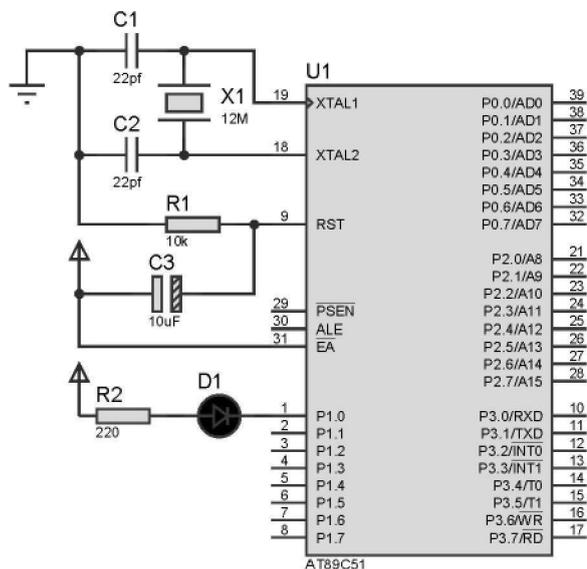

图 1.2 单片机最小系统
①电源正常; ②时钟正常; ③复位正常。下面就以我们实验用的 51 单片机 AT89S51 为例介绍其硬件连接方法。在 AT89S51 单片机的 40 个引脚中: 电源引脚 2 根, 晶振引脚 2 根, 控制引脚 4 根, 可编程输入输出引脚 32 根。下面图 1.2 就是 AT89S51 最小化应用 (仅驱动 1 个发光二极管) 的接线方法: